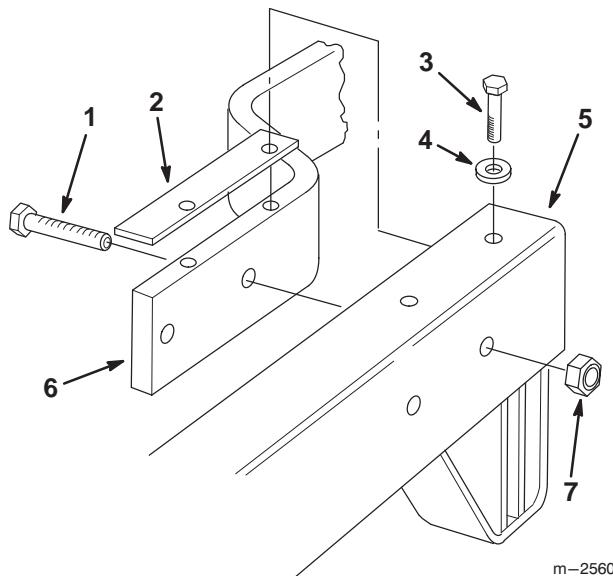

Bild 3
1. Befestigen Sie das Trägergestell mit vier 3/8" x 44 mm Innensechskantschrauben und Sicherungsmuttern am Chassis der Zugmaschine. Beachten Sie, dass sich die Sicherungsmuttern an der Außenseite des Trägergestells befinden müssen. Ziehen Sie die Sicherungsmuttern nur locker an, damit sich das Trägergestell im Chassis bewegen kann (Bild 3).
2. Setzen Sie die Beilagscheiben zwischen dem Trägergestell und dem Chassis der Zugmaschine ein. Fluchten Sie die Löcher der Beilagscheiben mit den oberen Löchern in der Zugmaschine und denen im Trägergestell ab (Bild 3).
3. Führen Sie vier 3/8" x 22 mm Bundschrauben mit Flachscheiben durch das Trägergestell und die Beilagscheiben in die Gewindelöcher oben im Chassis der Zugmaschine ein. Ziehen Sie die Bundschrauben mit 37 bis 45 Nm an (Bild 3).
4. Ziehen Sie die vier 3/8" x 44 mm Innensechskantschrauben und Sicherungsmuttern auf 37 bis 45 Nm fest (Bild 3).